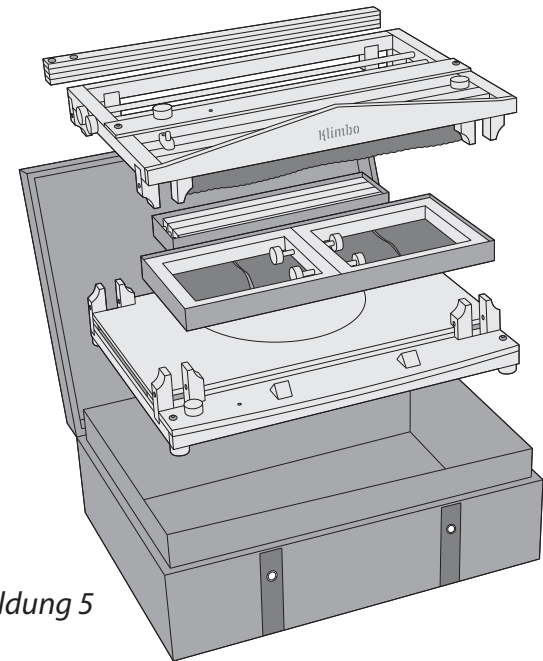

Abbildung 5
8. Nach Zerlegung die Teile des Theaters in den dafür vorgesehenen Stellen im Kasten ordnen. *Abbildung 5*